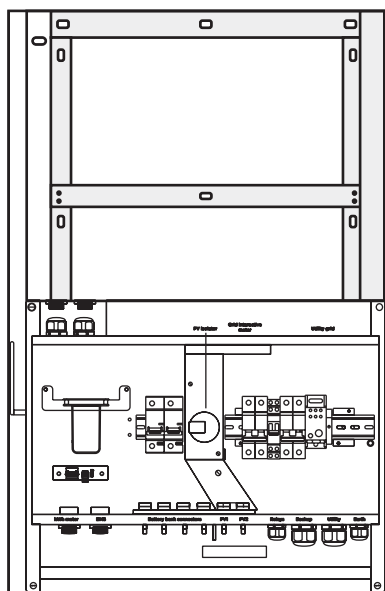

Figura 6: Montagem do BoS
Depois de fixar as placas de montagem à parede, eleve o BoS e coloque-o nos dois ganchos de montagem. Garanta que ambos os parafusos estejam engatados antes de soltar o BoS como mostra a Figura 6.
- Depois de colocar o BoS na placa de montagem, levante o inversor e coloque-o no BoS de modo que os conectores macho e fêmea estejam engatados e travados como mostra a Figura 6.